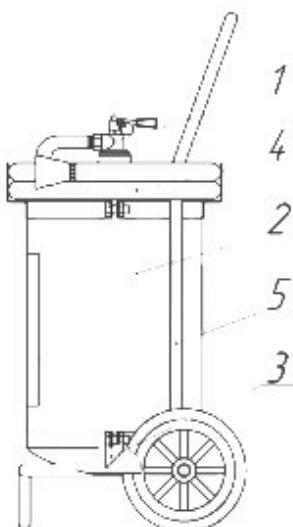

Рис.2
4.1 Конструкция огнетушителя на рис. 2. Огнетушитель состоит из корпуса 2, в горловину которого ввернуто ЗПУ 1 с сифонной трубкой 3. К выходному отверстию ЗПУ огнетушителя подсоединен гибкий шланг 4.